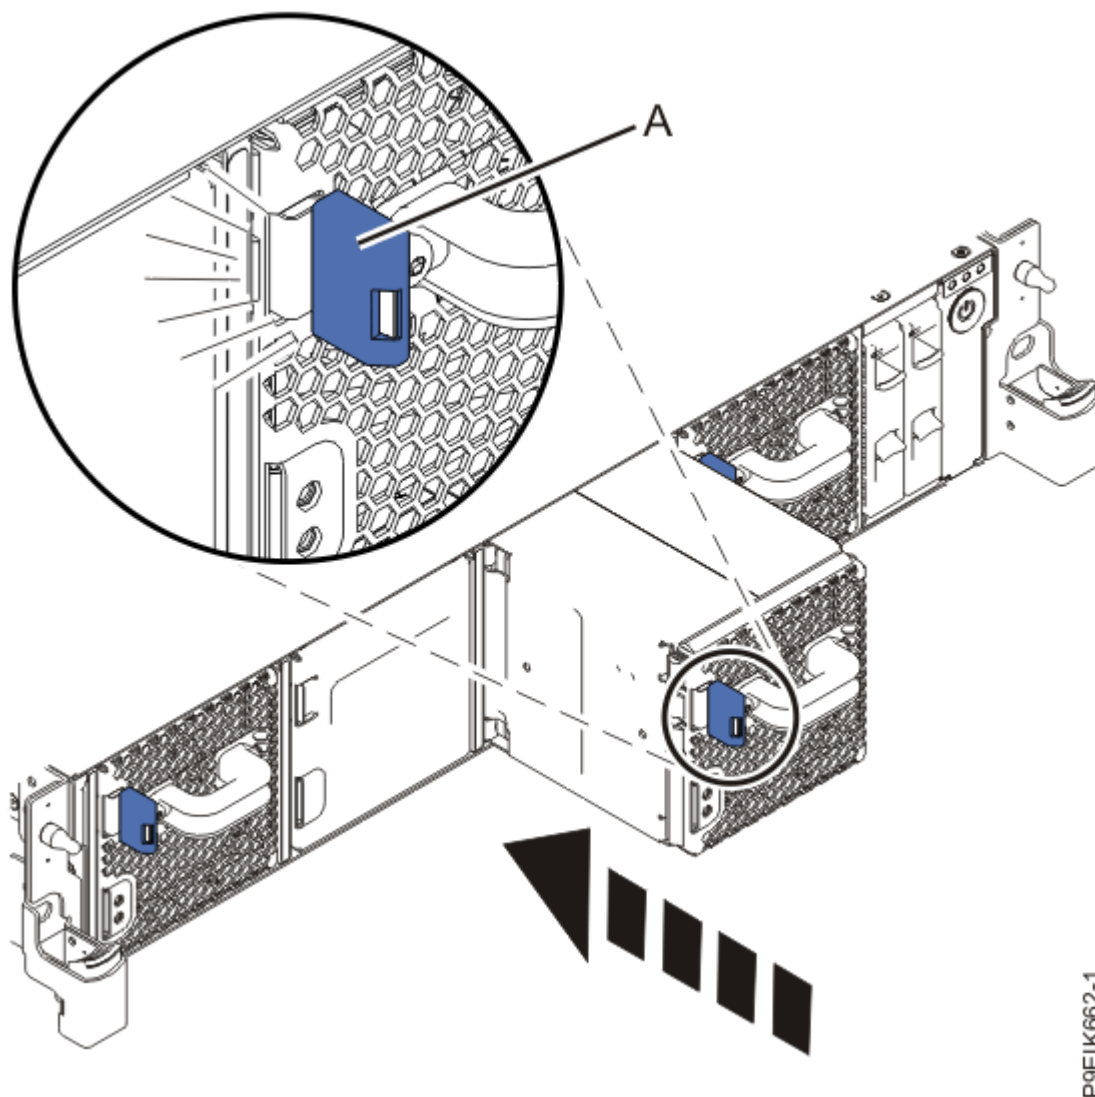

Figura 80. Sustitución de un ventilador en el sistema
2. Con la mano sostenga la parte inferior del ventilador, alinee el ventilador (**A**) con la ranura del ventilador y deslícelo en el sistema hasta que la pestaña (**A**) encaje en su sitio, tal como se muestra en la Figura 80 en la página 87.